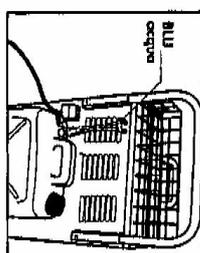

Abb. 6
- Um den Tank [M] für Wasser an das Gerät zu schließen, halten Sie sich bitte an die angegebene Farbkombination (Abb. 6)